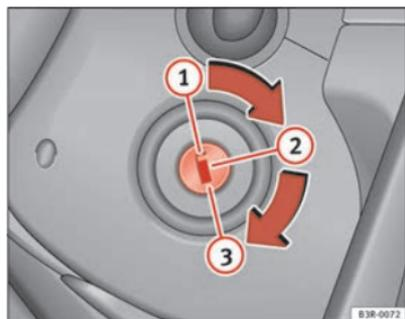

Fig. 137 Posiciones de la llave
- Gire la llave a la posición ① ⇒ página 175, fig. 137.